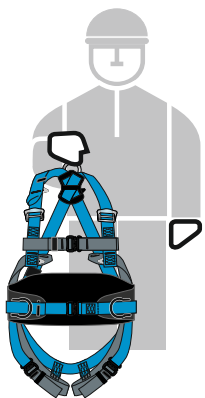

рис. 3
3. Взять привязь за D-образное кольцо на спине (**рис. 3**), встряхнуть ее и расправить перекрученные элементы.